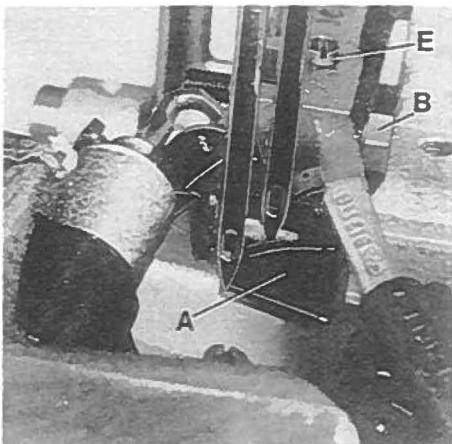

Fig.16
When the needle guard (A, Fig. 16) is in its most forward end position, its guarding surfaces should just contact the back of the needles without deflecting them.
After loosening screw (B, Fig. 16) needle guard (A) can be moved accordingly to the front or to the rear. Retighten screw.
Wenn der Nadelanschlag (A, Fig. 16) in seiner vorderen Endstellung ist, sollen seine Schutzflächen die Rückseite der Nadeln gerade berühren ohne sie abzulenken.
Nach lösen der Schraube (B, Fig. 16) kann der Nadelanschlag (A) entsprechend nach vorne oder hinten geschoben werden. Ziehen Sie die Schraube wieder an.
Adjust the supporting screw (E, Fig. 16) in the feed bar to the required height and assemble the feed dog.
Stellen Sie die Stützschraube (E, Fig. 16) im Transporteurträger auf die entsprechende Höhe und montieren Sie den Transporteur.